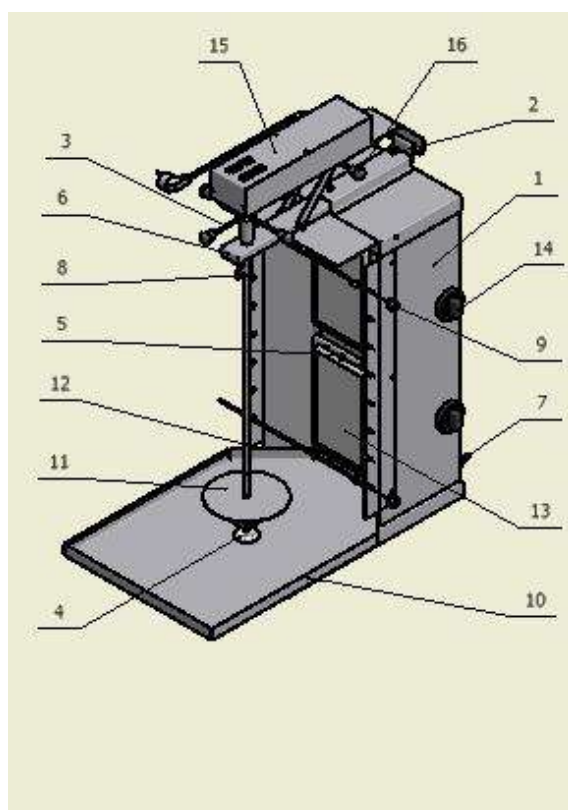

Рисунок 1
8.1. Готовое для жарки мясное филе нанизывают на шампур круглый (12) см. рис.1, на котором предварительно установлена упорная шайба (11), закрепленная фиксатором (8). Нанизывать мясные пластины необходимо таким образом, чтобы получить по возможности цилиндрическую форму.